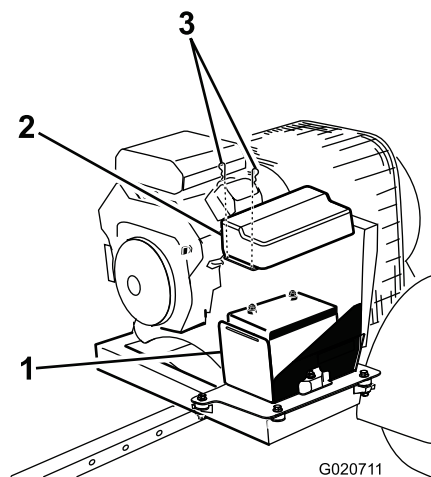

Figura 32
1. Retire os cliques que prendem a cobertura da bateria à caixa da bateria e retire a cobertura da caixa (Figura 32).